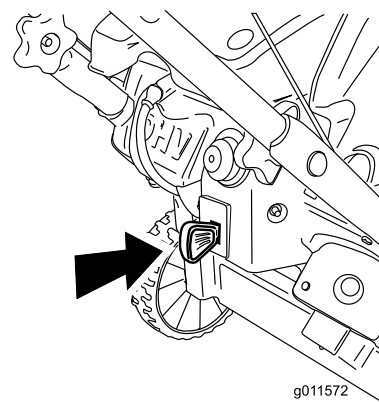

Figura16
1. Împingeți cheia de contact complet în interior în poziția de pornire (Figura16).